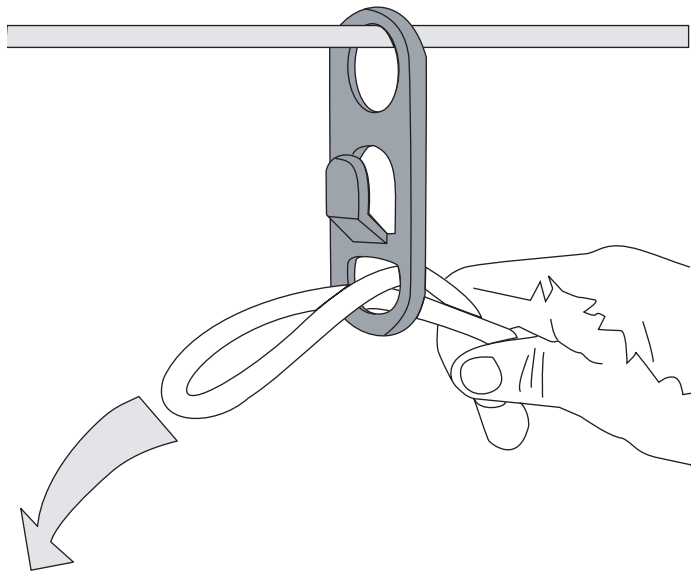

Fig. 3
2. Empuje dicho lazo a través del orificio inferior del retenedor del cable (Fig. 3).